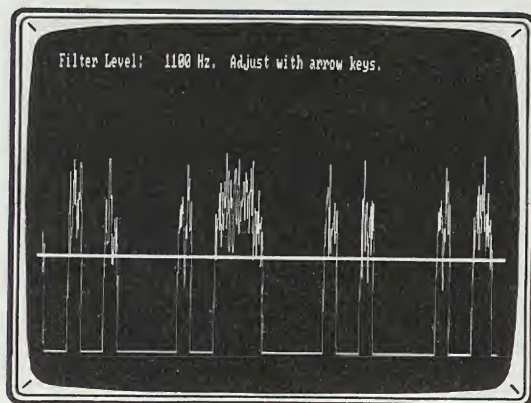

Fig.6 Sintonizzandovi finemente, noterete che queste onde quadre aumenteranno notevolmente la loro ampiezza, portando in alto tutto il "rumore" captato.
Nel sintonizzarvi sulla frequenza della emittente che trasmette in Telegrafia, dovreste cercare di ottenere onde quadre della **massima ampiezza** e poco **disturbata** (vedi fig.6).
- Premuto il tasto **T = Tuning Scope**, e captata una emittente che trasmette in **CW**, cercate di sintonizzarvi finemente fino a fare apparire sul monitor un segnale ad onda quadra (vedi fig.6).
- Ottenute sullo schermo delle onde quadre molto pulite (vedi fig.6), cercate di portare la **riga orizzontale** che appare sullo schermo quasi sul limite inferiore di queste onde quadre (vedi fig.7), agendo sulla sintonia del ricevitore.